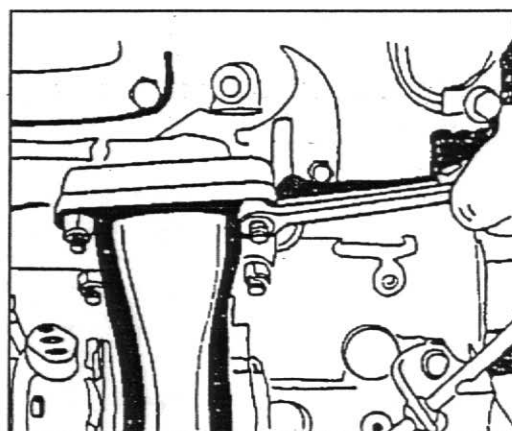

Fig. 6
12. Solte a entrada dos gases de escape no turboalimentador junto ao coletor de escapamento e remova o conjunto da turbina, fig.6.